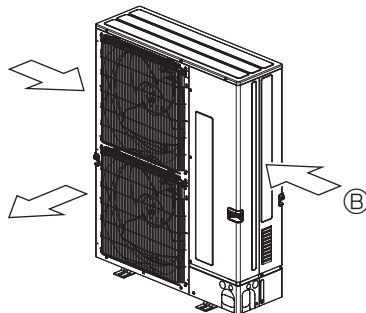

Fig. 2-6
- ③ Plaats het apparaat indien mogelijk zo dat de luchtuitlaat in dezelfde richting blaast als de seizoenswinden. (Fig. 2-6)